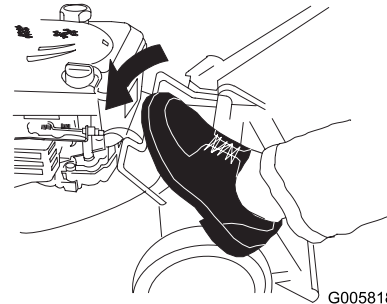

Bild 48
2. Treten Sie auf den Griffösehebel (Bild 48).